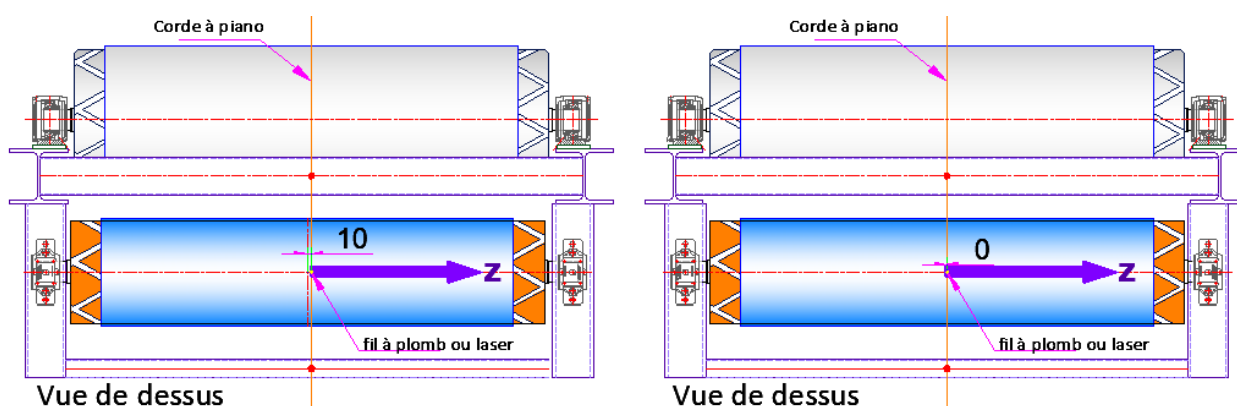

Fig.60 : Tambour associé : milieu décalé avec l'axe convoyeur Fig.61 : milieu en coïncidence avec l'axe convoyeur
2. **Réglage du ou des tambours associés** {fig. 60, 61}